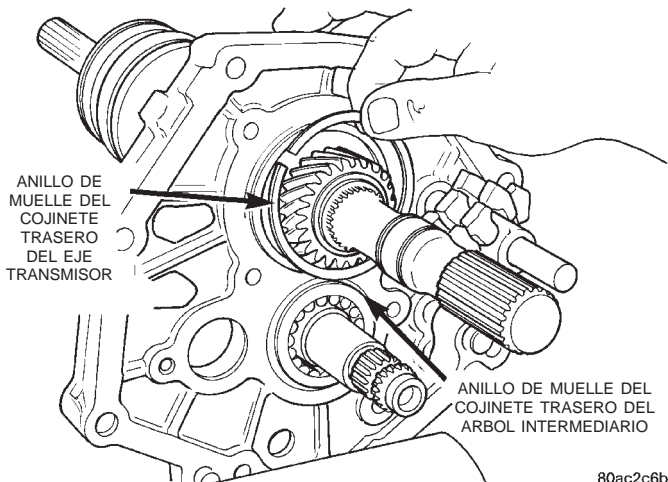

Fig. 61 Desmontaje del anillo de muelle del cojinete trasero del eje transmisor
(14) Retire el anillo de muelle que fija el cojinete trasero del eje transmisor a la placa intermedia (Fig. 61).
(15) Retire el anillo de muelle del cojinete trasero del árbol intermediario.